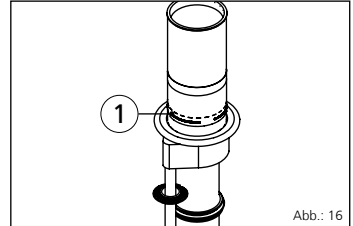

Abb.: 16
- Auf der ESH Basic-FUBO-GK befindet sich eine Kennzeichnung/Markierung „**Oberkante Rohfußboden**“ (siehe Abb.: 16).
Legende zu Abb.: 16